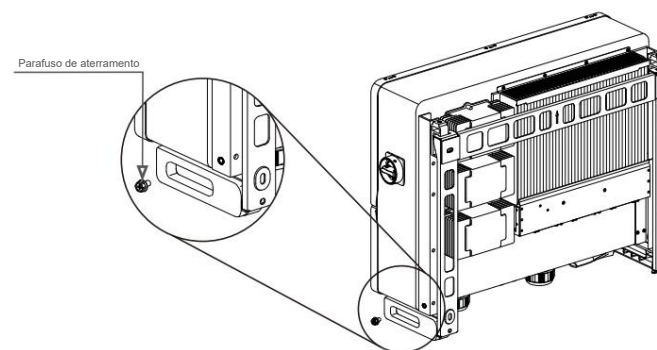

Figura 3.17 Cabo fixo
- 6) Conecte o cabo de aterramento ao ponto de aterramento no dissipador de calor e aperte o parafuso de aterramento, o torque é 10-12Nm (consulte a figura 3.17).